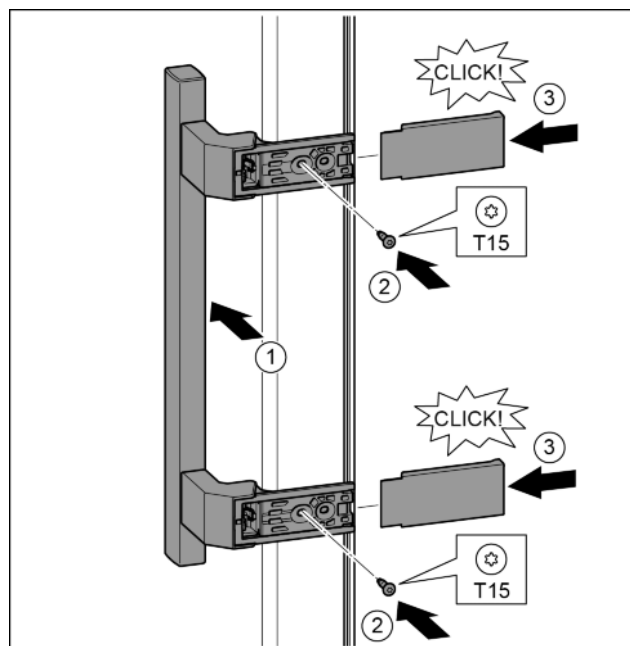

Fig. 16
- ▶ Postavite ručicu na suprotnoj strani. Fig. 16 (1)
- ▶ Odvijačem T15 čvrsto pritegnite vijke. Fig. 16 (2)
- ▶ Postavite pokrove bočno i natakните ih. Fig. 16 (3)